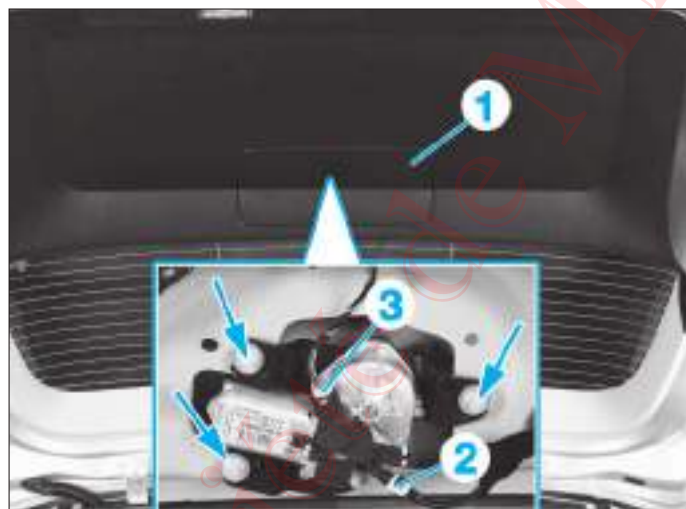

FIG. 69
- Déposer la trappe (1) (**Fig.69**).